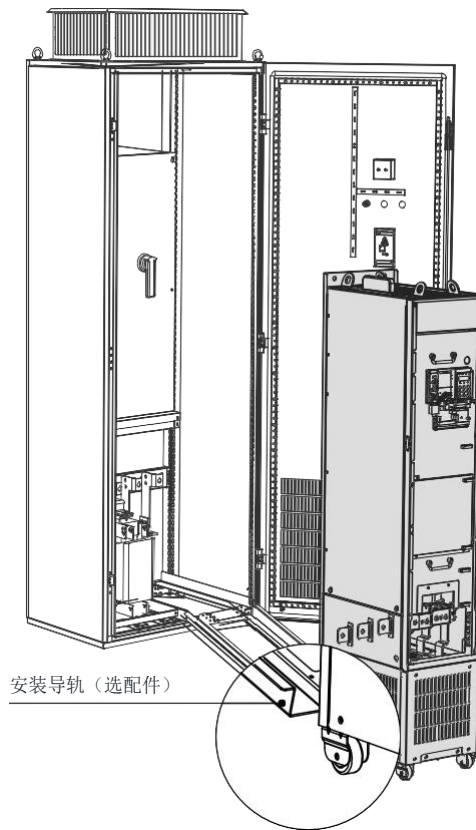
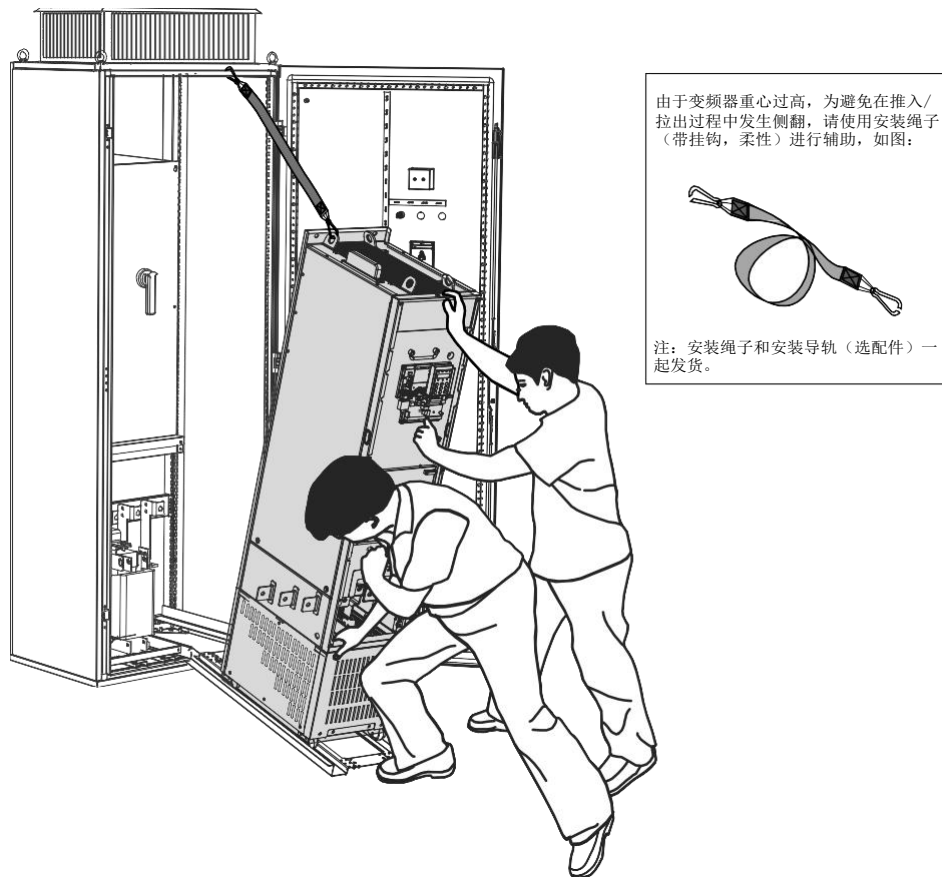
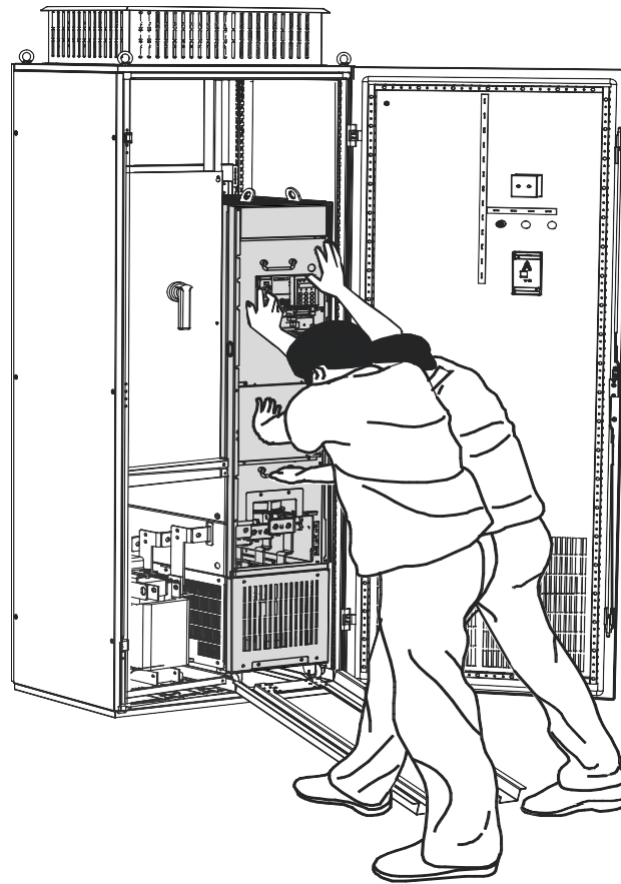

图 3-19 将变频器脚轮对准安装导轨
图 3-20 将变频器缓缓推入机柜
图 3-21 完成变频器进柜
- 需要将变频器推入或推出机柜时，必须要求两个人操作，如图 3-20、图 3-21；
5	两个人配合操作, 将变频器脚轮对准安装导轨后, 缓缓推入机柜 (如图 3-19、图 3-20)。安装过程中请使用安装辅助绳, 避免变频器在推入 / 拉出过程中发生侧翻。